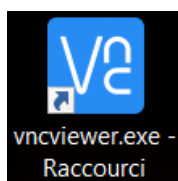

Figure 58: Icône de VNC viewer
- Vérifier que VNC viewer est présent sur le PC (l'application a normalement été installée et devrait être disponible sur le bureau. La Figure 58 vous montre l'icône correspondante). Si l'icône n'est pas présente sur le bureau, effectuez une recherche de VNC viewer en utilisant l'outil de recherche de Windows. Si l'application est présente, exécutez-la, sinon elle peut être téléchargée ici⁴.